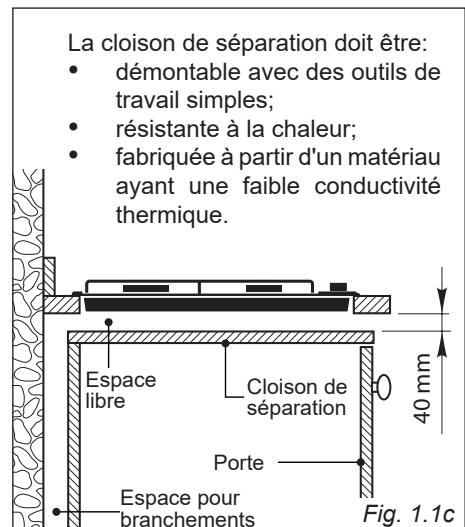

Fig. 1.1c
- Si la table de cuisson est installée au-dessus d'un four (qui n'est pas muni d'un ventilateur de refroidissement), il est obligatoire de mettre une cloison de séparation au-dessous de la table de cuisson comme indiqué dans la figure 1.1c.
- Si la table de cuisson est installée au-dessus d'un four (qui n'est pas muni d'un ventilateur de refroidissement) ou si la partie inférieure de la table est accessible après l'installation (par exemple à travers une armoire ou un tiroir), il est obligatoire de mettre une cloison de séparation au-dessous de la table de cuisson comme indiqué dans la figure 1.1c.
- Si la partie inférieure de la table est accessible après l'installation (par exemple à travers une armoire ou un tiroir), il est obligatoire de mettre une cloison de séparation au-dessous de la table de cuisson comme indiqué dans la figure 1.1c.